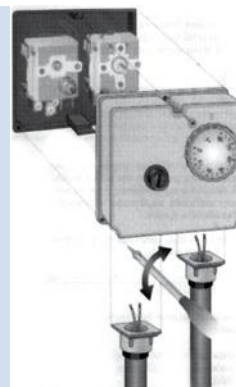

fig 5
B) Demontați partea frontală a termostatului îndepărtând cele trei șuruburi de fixare. Desfaceți cablurile de alimentare și conectați-le la ieșirile corespunzătoare ale termostatului (fig. 5.) conform instrucțiunilor